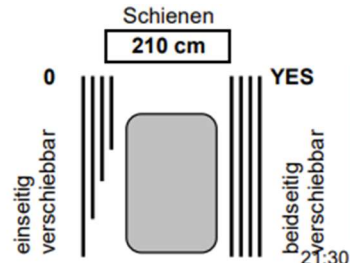

Fig. 3
- 5) Die Anzahl der Module richtet sich nach der gewünschten Länge des Daches. (Abb. 3)